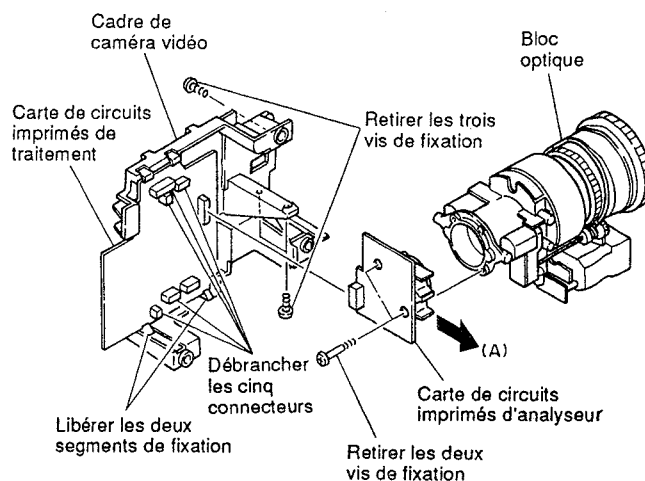

Fig. 2-6
2-3 Carte de circuits imprimés d'analyseur [SP], bloc optique, carte de circuits imprimés de traitement [PC] et cadre de caméra vidéo [CAM] (Fig. 2-6)
- 1) Débrancher les cinq (5) connecteurs implantés sur la carte de circuits imprimés de traitement. (Se reporter à la figure 2-6)
- 2) Retirer les trois (3) vis de fixation qui immobilisent le cadre de caméra vidéo.
- 3) Retirer la carte de circuits imprimés d'analyseur et le bloc optique en agissant dans le sens indiqué par la flèche (A). (Les cartes de circuits imprimés de traitement et d'analyseur sont reliées par l'intermédiaire du connecteur incorporé en carte.)
(1) Carte de circuits imprimés d'analyseur [SP] et bloc optique
- 4) Retirer les deux (2) vis de fixation qui immobilisent la carte de circuits imprimés d'analyseur et le bloc optique. (Se reporter à la figure 2-6)
(2) Carte de circuits imprimés de traitement [PC] et cadre de caméra vidéo [CAM]
- 5) Libérer les deux (2) segments de fixation du cadre de caméra vidéo puis séparer la carte de circuits imprimés de traitement du cadre de caméra vidéo. (Se reporter à la figure 2-6)